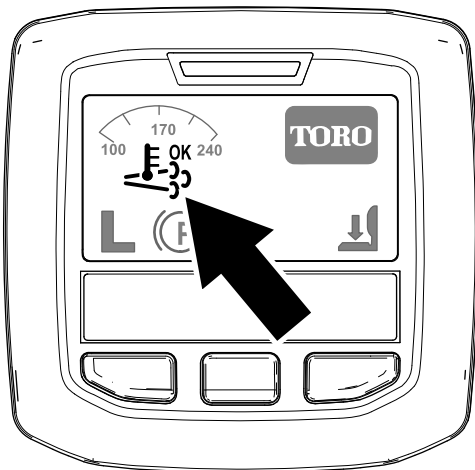

Figura 24
- O ícone da regeneração assistida/de reposição surge no InfoCenter (Figura 24).